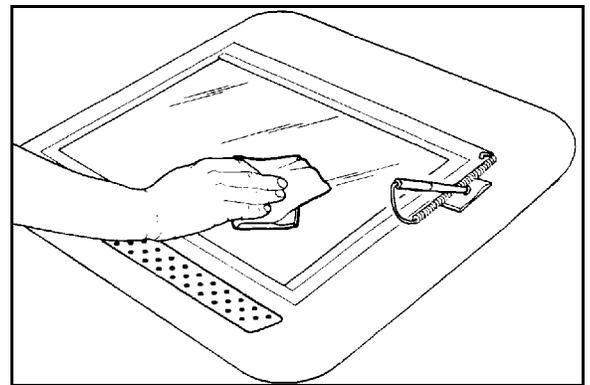

Figura 6: Limpeza da Superfície Superior da Cobertura Plástica Transparente
- 4 Limpe a superfície superior da Cobertura Plástica Transparente até ficar limpa e seca, tal como ilustrado na Figura 6.